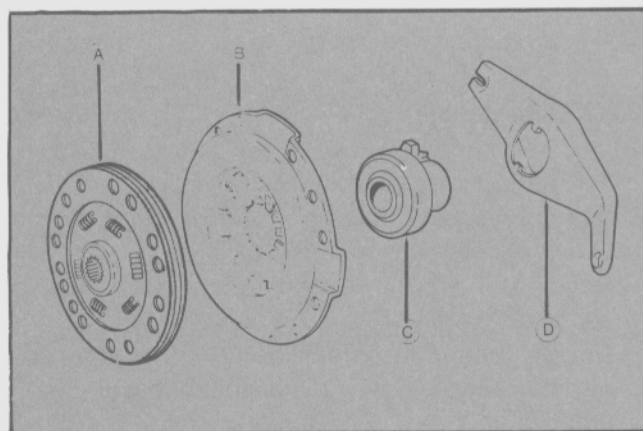

Fig. 3 - Conjunto de embrague.
- Desmontar la placa y el disco de embrague (Fig. 3).